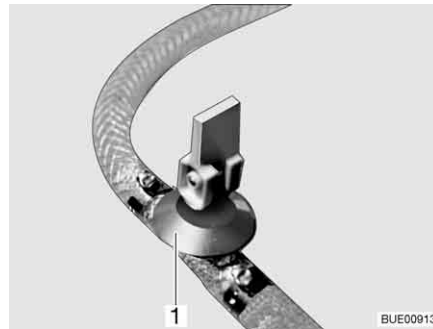
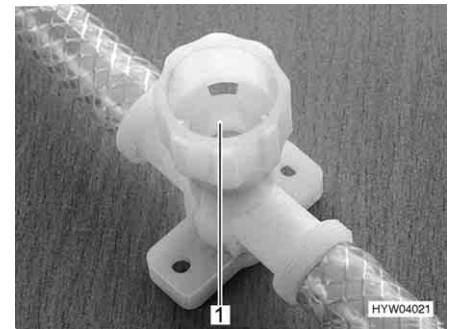

Fig. 237 Torneira de descarga (com alavanca basculante)
Fig. 238 Torneira de descarga (com tampa rotativa)
- Abra todas as torneiras de descarga. Para isso, coloque a alavanca basculante da torneira de descarga (Fig. 237, 1) em posição vertical ou gire a tampa da torneira de descarga (Fig. 238, 1) em sentido contrário aos ponteiros do relógio.